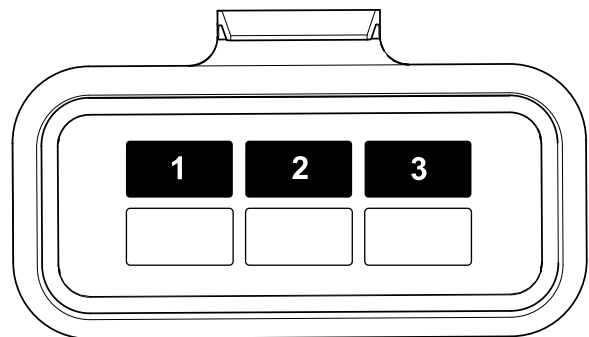

Bild 36
3. Prüfen Sie die Sicherungen im Sicherungsblock (Bild 36).